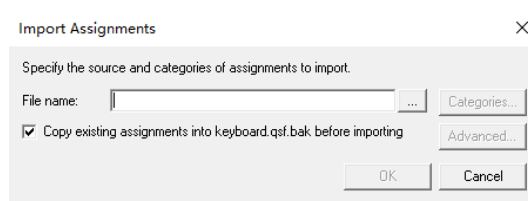

图 8 Import Assignments 对话框
- 4) 下次需要加载以前保存的管脚配置文件，在菜单栏选择 Assignments—>Import Assignments，打开图 8 所示对话框，找到前面保存的配置文件，点击 OK 按钮，加载设置